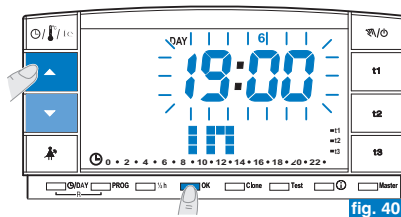

fig. 40
- Terminato l'inserimento dei dati e confermato con il tasto **OK** (esempio in fig. 40), sul display possono apparire **due differenti visualizzazioni** (a seconda dei dati inseriti):
- Premendo il tasto **OK** (esempio in fig. 40) il cronotermostato inizierà il conto alla rovescia ed il programma manterrà la temperatura **t3** Assenza impostata (impostazione di fabbrica 5°C in modalità "Inverno" e 33°C in "Estate", entrambe regolabili come da paragrafo 5.6) fino al termine delle ore programmate e sul display si visualizza il numero delle ore mancanti al termine del programma più la scritta **HOLIDAY** (esempio in fig. 41).
- Premendo il tasto **OK** (esempio in fig. 40) il cronotermostato tornerà al programma in funzione prima dell'inserimento dei dati nel programma **P 04**, in attesa di avviare quest'ultimo programma.